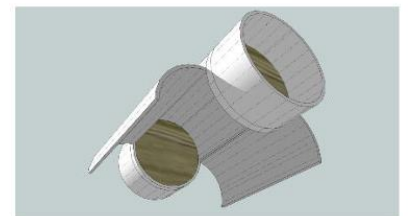

図1 搭載ケース図面
自作した缶サットを、運営主体が提供する搭載ケース(図1)に入れ、バルーンに搭載して投下し、搭載ケースからの缶サット放出、自ら設定したミッションの実行、投下後にミッションの結果確認を行います。なお、缶サットの投下高度はおおよそ50m前後を予定していますが、気象の状態によっては高度を下げて投下する場合があります。また当日の運営状況によっては、審査員の判断により投下順序を変更することがあります。
- ・高校生が自作した模擬人工衛星(缶サット)を、大会事務局が提供する搭載ケース(図1)に格納し、バルーンによって上昇させる。バルーンが目標高度(50m)に達成したところで、搭載ケースを開放し缶サットを効果させ、様々なミッションを実施します。
- ・缶サット本体やパラシュートなどは、搭載ケース(図1)に収まるように製作してください。